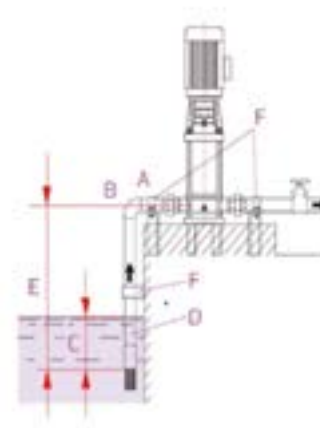

Рис. 2
- На рис.2 указана правильная схема установки насоса с описанием;